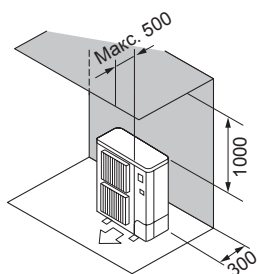

Fig. 2-4
- ② Окружающие предметы сзади и сверху (Fig. 2-4)